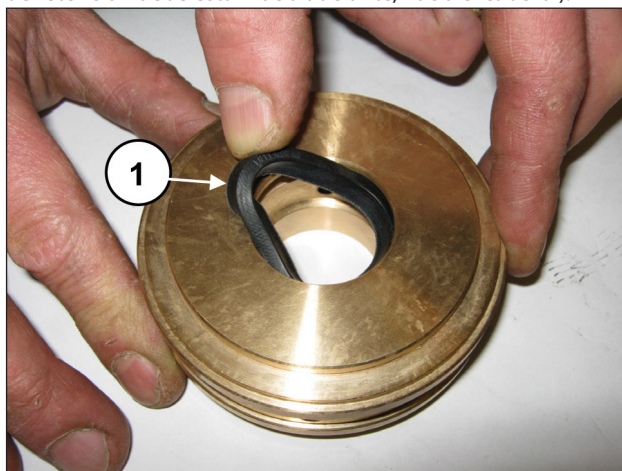

Fig. 175
Introducir la junta de baja presión en el soporte de la junta (pos. ①, Fig. 175) controlando el sentido de montaje (el labio de retención debe estar hacia adelante, hacia el cabezal).